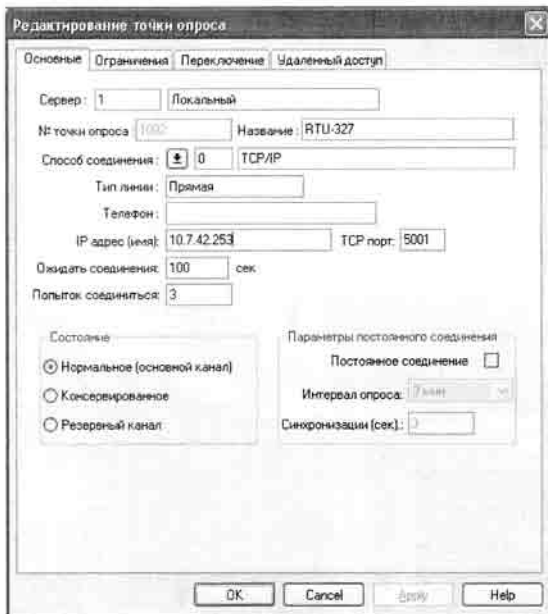

Рисунок 2. Параметры точки опроса.
- 6.3.6 Ввести характеристики коммуникации в окне «Редактирование точки опроса» (Рисунок 2):